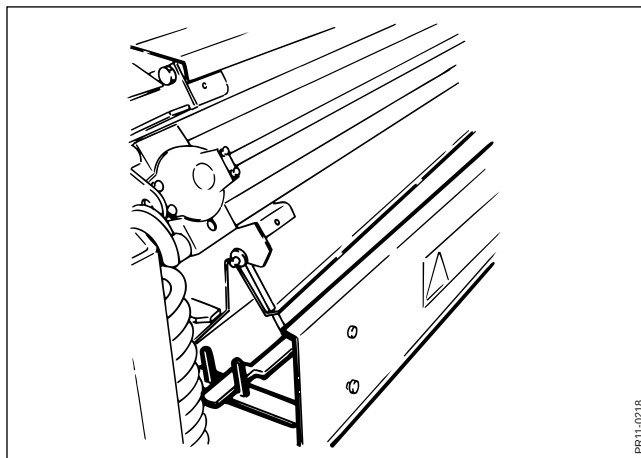

Fig. 4-25
- Fig. 4-25** 2. Abaisser le protecteur entre le système d'affûtage et le rotor afin qu'il y ait un espace libre entre le système et le rotor.